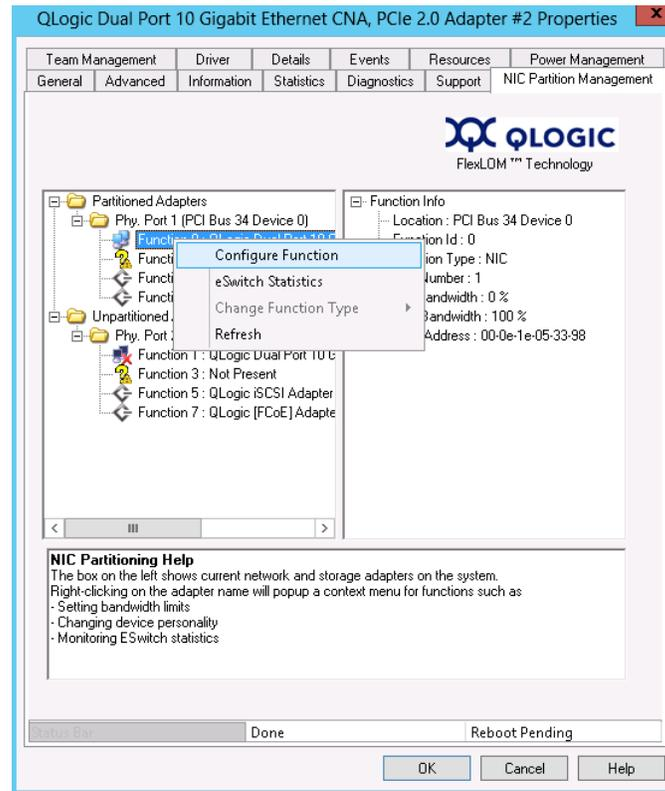

Figure 4-29. Sélectionner Configurer la fonction pour la fonction 0
2. Cliquez avec le bouton droit sur le numéro de fonction correspondant au port que vous souhaitez configurer et sélectionnez **Configure Function** (Configurer la fonction) dans le menu de raccourci (voir Figure 4-29).